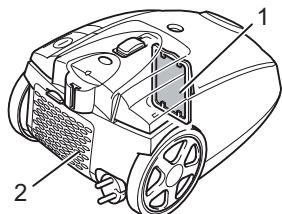

Abb. 23
■ Motorschutzfilter (Abb. 23/1)
■ Hygiene-Ausblasfilter (Abb. 23/2)